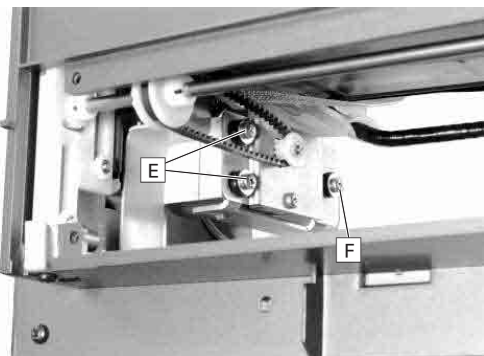

Fig. 18
- 2 Schrauben **E** und Schraube **F** herauserschrauben, Antriebsriemen abnehmen und Getriebemotor herausnehmen (Fig. 18).
- Stecker von Steuerplatte abziehen, Schraube **F** herauserschrauben, 2 Schrauben **E** lösen und Antriebsriemen abnehmen (Fig. 18).
- Undo 2 screws **E** and screw **F**, remove the drive belt and take out the gear motor (Fig. 18).